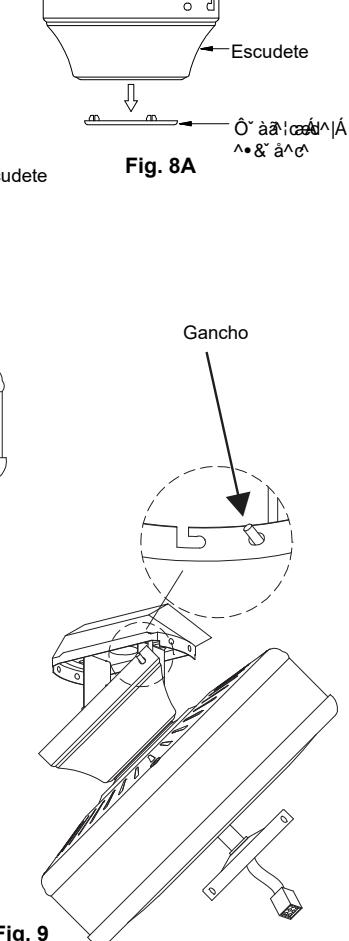

Fig. 9
**Paso 7.** Cuelgue el ventilador del gancho del soporte colgante. Asegúrese de que el escudete esté trabado en el gancho tal como se muestra en la **Fig. 9**. Esto le permitirá hacer las conexiones eléctricas.